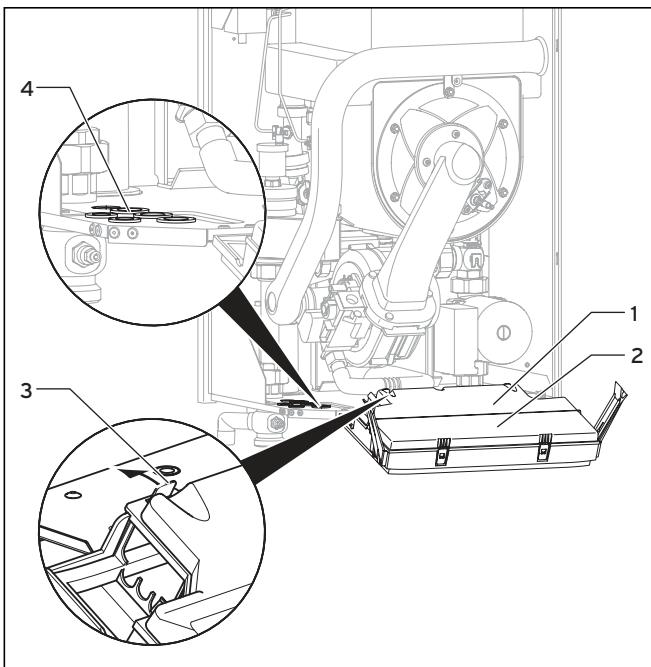
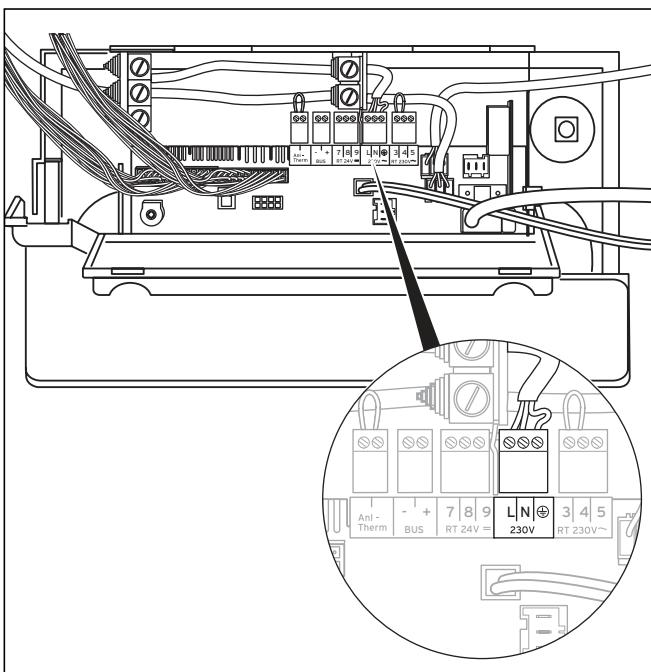

Рис. 5.14 Открыть заднюю стенку блока электроники
Рис. 5.15 Пример прокладки кабелей
- Подключите жилы к гнездам электроники (L, N и земля), см. рис. 5.15. Используйте соответствующий штекер ProE.
- Снимите переднюю стенку облицовки аппарата (см. главу 4.8) и откиньте блок электроники вперед (2) (см. рис. 5.14).
- Разожмите заднюю крышку (1) блока электроники на точках (3) и откиньте ее (см. рис. 5.14).
- Проложите соединительные провода соответствующих подключаемых компонентов через кабельные вводы (4). Оставьте имеющиеся уплотнения для герметизации камеры разрежения в других кабельных вводах.
- Подсоедините жилы согласно рис. 5.15 к соответствующим штекерам ProE либо гнездам электроники (см. схему электропроводки аппарата в гл. 5.9.7).